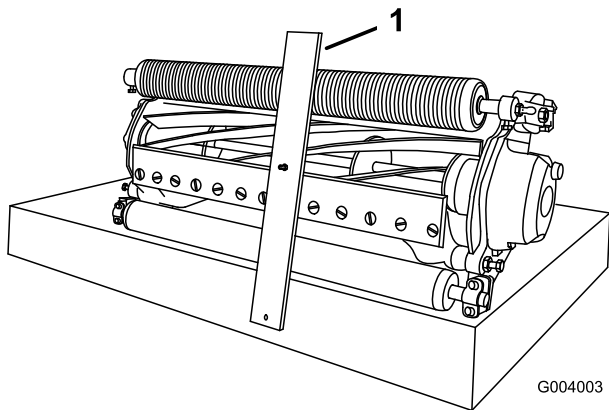

Bild 56
3. Haken Sie den Schraubenkopf an die Schnittkante des Untermessers ein, und stützen Sie das hintere Ende der Leiste auf der hinteren Rolle ab (Bild 56).